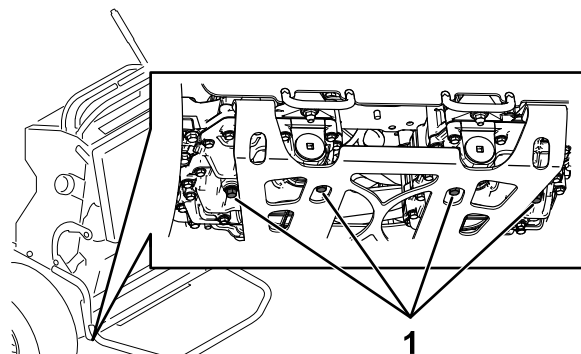

Figura 71
3. Localize os tampões de escoamento na parte inferior da transmissão e coloque um recipiente de escoamento debaixo do tampão (Figura 71).